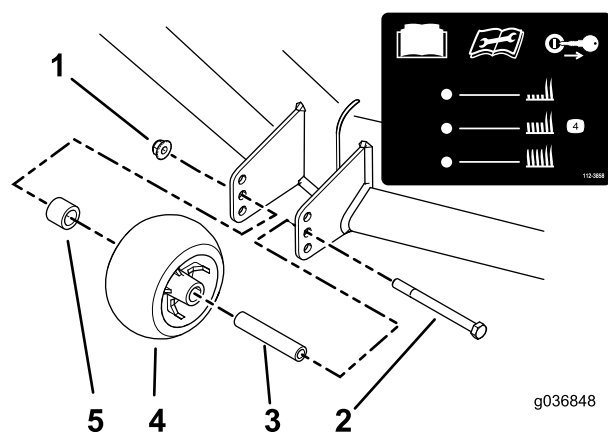

Figura 35
3. Ajuste los rodillos protectores del césped como se muestra en Figura 35.